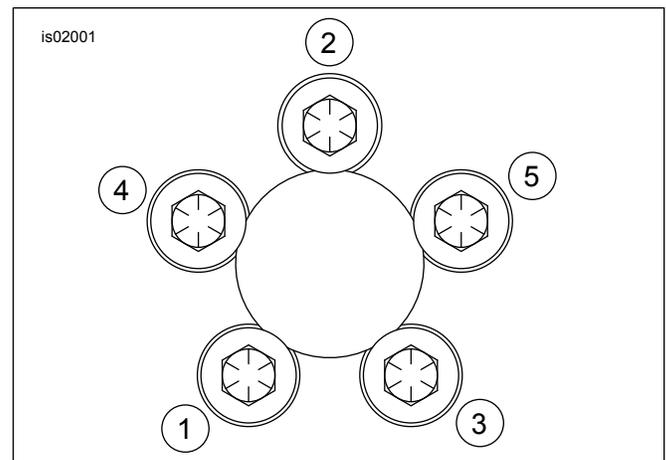

Figura 1. Sequenza di serraggio, corona dentata
4. Vedere Figura 1. Serrare le viti ad una coppia di 31,2 N·m (23 ft-lbs) come mostrato nella sequenza.
7. Servendosi dei segni tracciati come guida, e utilizzando la sequenza di serraggio mostrata in Figura 1, girare ciascuna vite ancora di 60 gradi in senso orario.